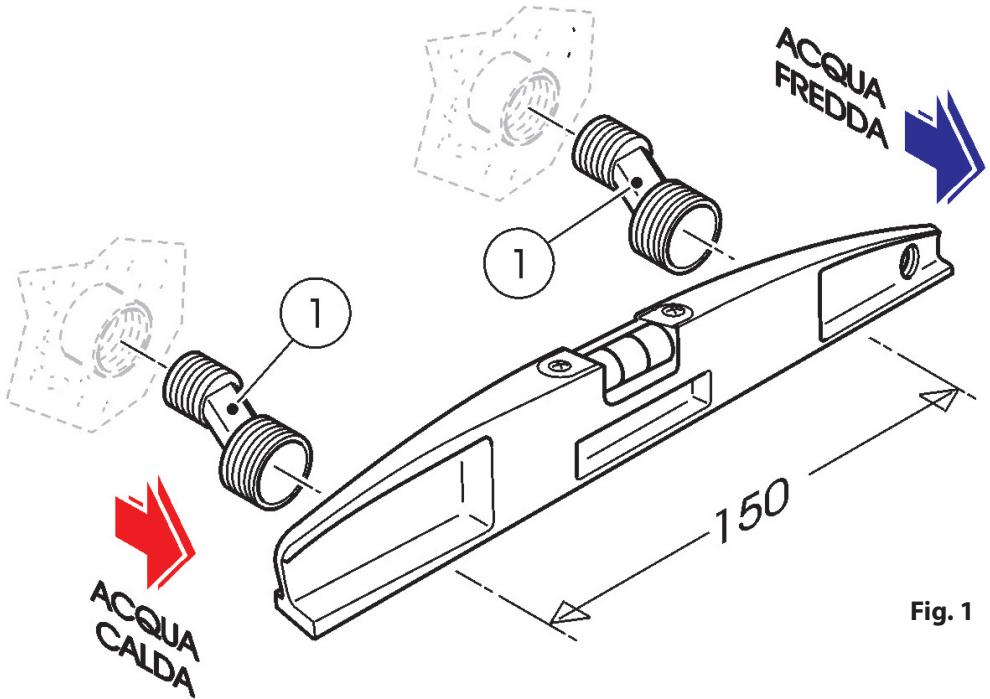

Fig. 1
- Connect the two eccentric fittings (1) to the cold water inlet (right) and hot water inlet (left). (Fig. 1)
- Without locking in place, position the threaded external part of the eccentric fittings (1) keeping a distance of 150 mm between them (center distance given by the two nuts on the thermostatic single command faucet)
- Screw in the wall trims (2) until they meet the wall cladding; assemble the thermostatic single command faucet after mounting the two gaskets (3) and locking mixer nuts in place.
- Insert the gaskets (5) and screw in the reduction (4).
- Die beiden S-Anschlüsse (1) mit der Kaltwasserzufuhr (rechte Seite) und der Warmwasserzufuhr (linke Seite) verbinden.
- Выполнить соединение штуцеров (1) с двумя выходами водоснабжения; холодной воды (справа) и горячей воды (слева). (Рис. 1)
- Не фиксируя, расположите наружные соединения штуцеров с резьбой (1) таким образом, чтобы расстояние между ними было 150 мм (межосевое расстояние между гайками, установленными на термостатическом смесителе).
- Установить две наружные накладки(2) насадив их до касания с облицованной поверхностью; смонтируйте термостатический смеситель после того, как будут расположены две прокладки (3), зафиксируйте гайки смесителя.
- Вложить прокладки (5) и прикрутить редуктор (4).